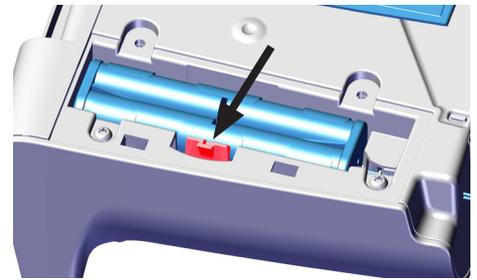

Abb. 1
- ⇒ Gerät am Ein- / Aus-Schalter (1) ausschalten.
- ⇒ Halteklemme (Abb. 1) zur Seite drücken und Akkuhalter herausnehmen.